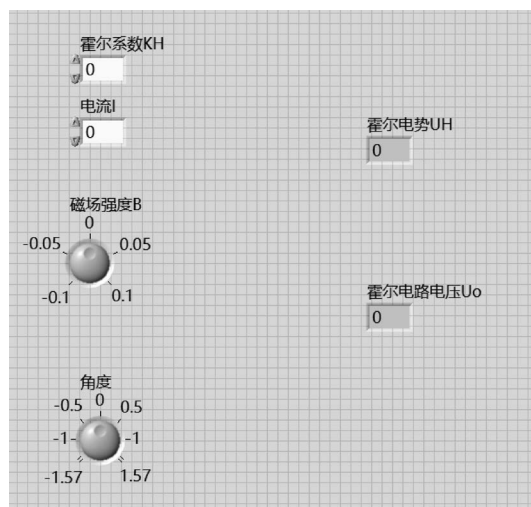

图 3-13 线性型霍尔传感器仿真系统前面板
(2) 线性型霍尔传感器仿真系统前面板,如图 3-13 所示。